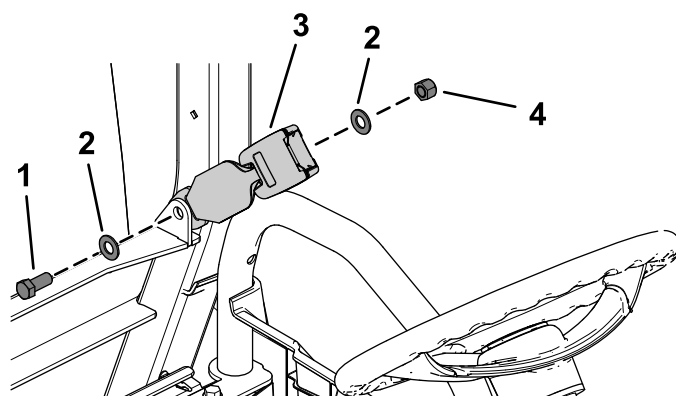

图20
1. 如**图20**所示用凸缘头螺栓7/16 x 1 英寸、2个扁平垫圈7/16 英寸和锁紧螺母7/16 英寸安装座椅门锁。